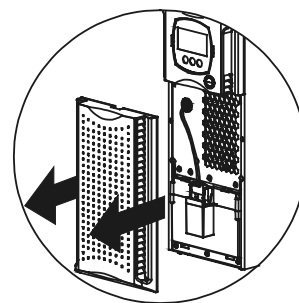

Fig. 6-1
1. Le pack batteries est placé derrière le panneau frontal de l'ASI. Prendre le panneau par la partie centrale des côtés et tirer légèrement vers l'extérieur comme le montre la Fig. 6-1. Pour cette opération, ne pas forcer sur les fixations du panneau.